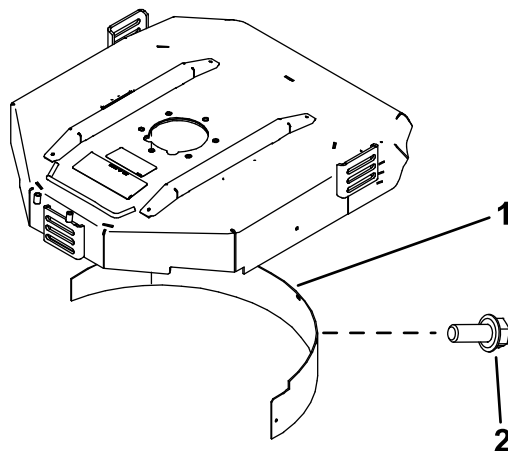

Figura 10
2. Instale o abafador de cobertura (mulch) na abertura traseira e fixe-o com cinco parafusos com cabeça flangeada (Figura 10).